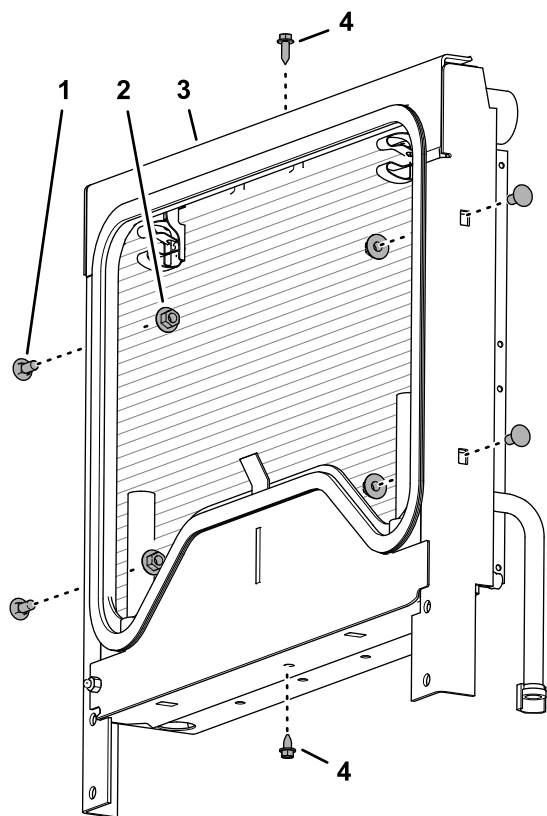

Рисунок 22
1. Выверните 2 винта с фланцем, которые крепят монтажную раму к радиатору (Рисунок 22).
- Удалите 4 каретных болта с 4 рифлеными фланцевыми гайками, которые крепят монтажную раму к радиатору (Рисунок 22).